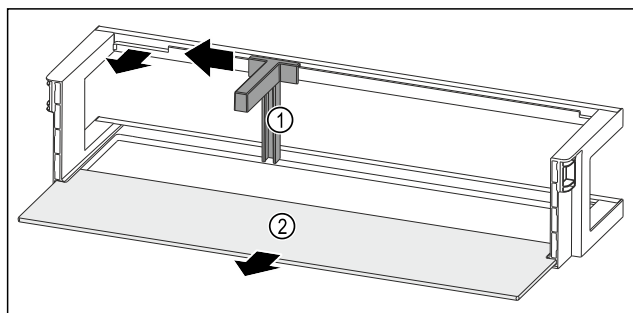

Fig. 164 Dörrfack med flaskhållare och hylla
- ▶ Skjut flaskhållaren Fig. 164 (1) åt sidan ända till ursparingen.
- ▶ Ta ut flaskhållaren Fig. 164 (1).
- ▶ Ta ut hyllan Fig. 164 (2).